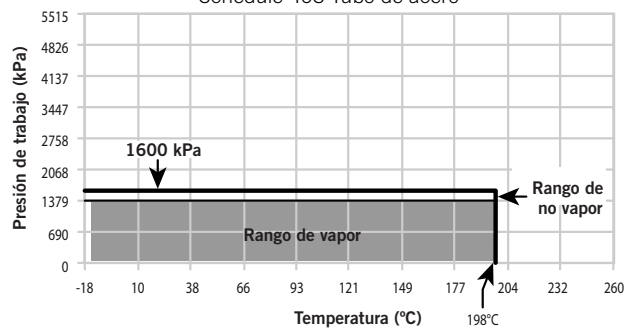

Figura 2: Tubo de acero al carbono EN 10216-1 P235TR1
- En aplicaciones sin vapor en tubos de acero al carbono de pared fina conforme a EN 10216-1 P235TR1, las juntas del acoplamiento Estilo 870 admiten una presión de trabajo desde el vacío total (29,9 pulg. Hg/760 mm Hg) hasta 232 psi/1600 kPa, dependiendo de la temperatura máxima del sistema. Consulte en la Figura 2 los rangos de presión/temperatura.